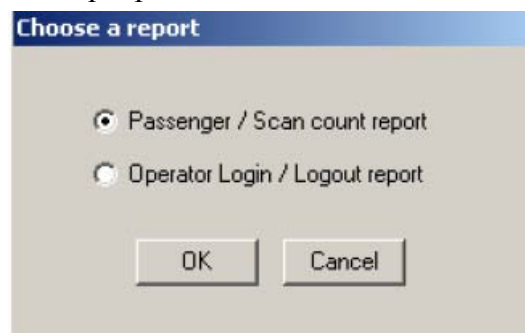

Рис. 4-24. Окно «Choose a Report» (Выбор отчета)
1. Выберите на панели инструментов администратора системы «**Reports**» (Отчеты). Появляется окно «Field Data Report» (Отчет об эксплуатационных данных), показанное на рис. 4-20, или окно «Choose a Report» (Выберите отчет), показанное на рис. 4-24. Продолжайте работу с окнами, которые появляются на вашем интерфейсе.